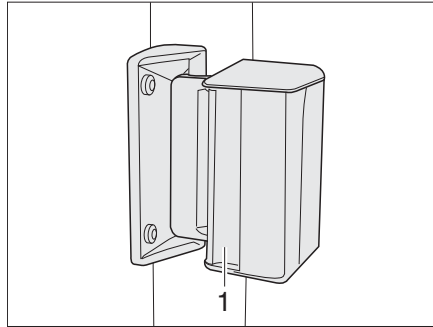

Fig. 61 Fenêtre coulissante
- Appuyer sur la poignée (Fig. 61,1) et la pousser ou tirer simultanément vers l'avant ou l'arrière.